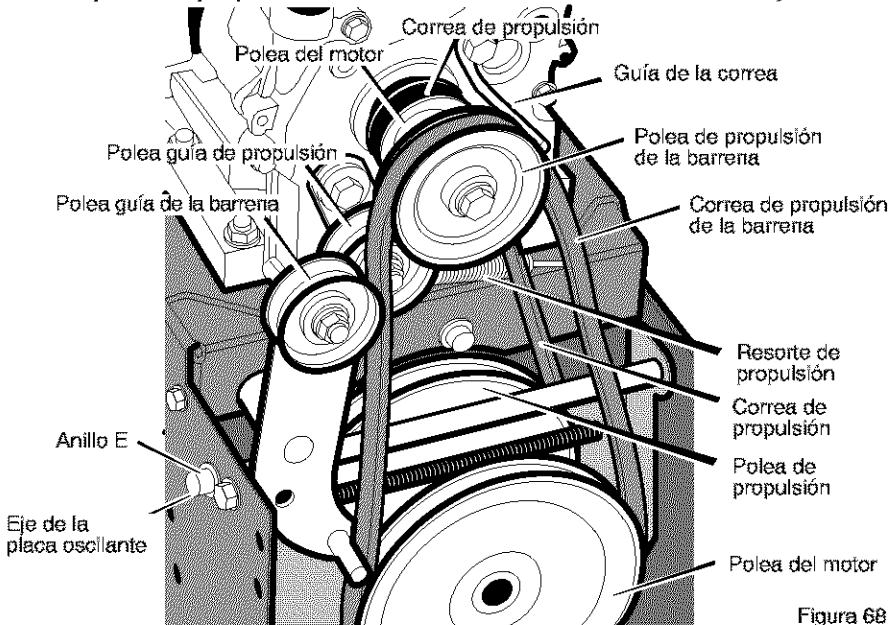

Figura 68
3. Afloje la tuerca de la polea guía de la barrena y mueva esta última hacia la correa un octavo de pulgada aproximadamente (3 mm) (Figura 68).
- Aloje la **guía de la correa**. Separe la **guía de la polea de propulsión de la barrena** (Figura 68).
3. Quite el **anillo E** de uno de los extremos del **eje de la placa oscilante**. Quite este **eje** para que la placa oscilante gire hacia adelante (Figura 68).